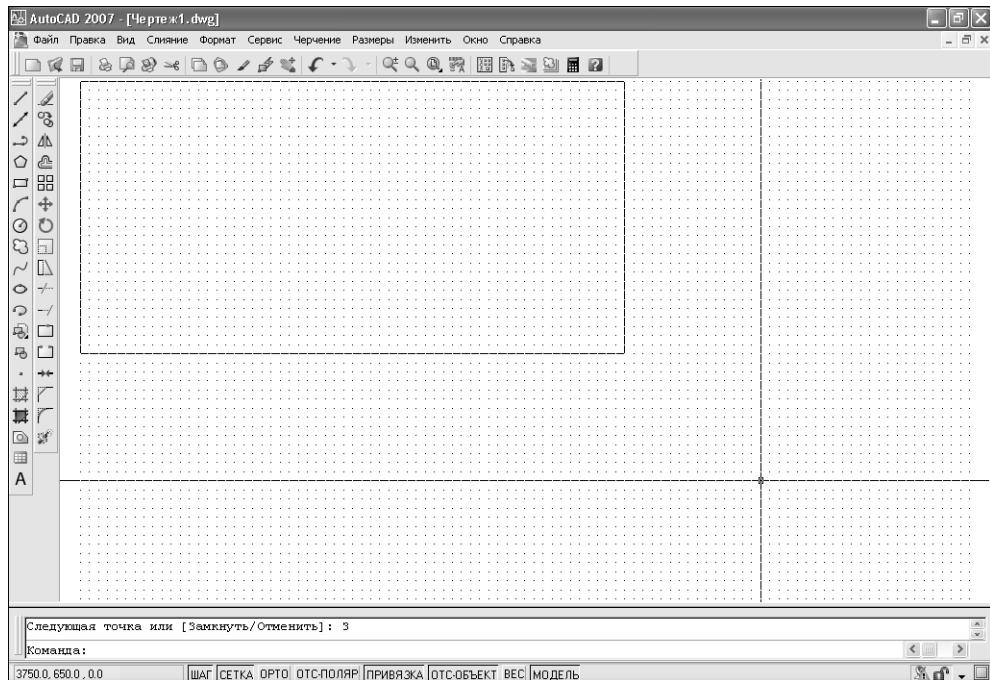

Рис. 3.12 ▼ Законченный контур габаритов рабочей зоны
7. Для завершения построения прямоугольника введите **Замкнуть** (CLOSE) или просто **з** (C). AutoCAD замкнет контур (рис. 3.12) и автоматически завершит выполнение команды **Отрезок** (LINE).
- нен в файле Work030.dwg. Открытый чертеж должен состоять из четырех линий, образующих прямоугольник (см. рис. 3.12).